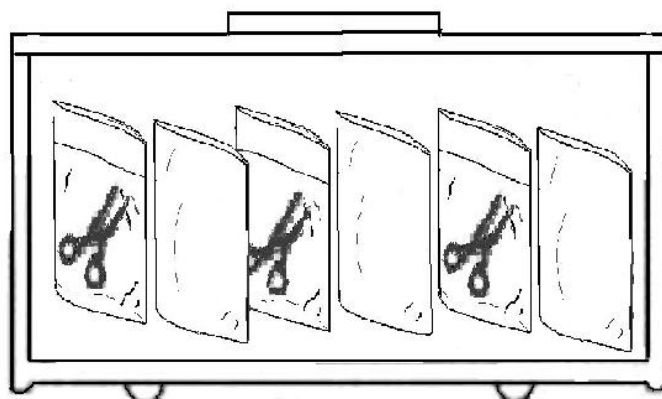

Figura 30
**Advertencia:** Si los implementos son empacados con las mangas de esterilización y se colocan dentro de una caja de esterilización, asegúrese de acomodar los artículos según se muestra en la Figura 30.